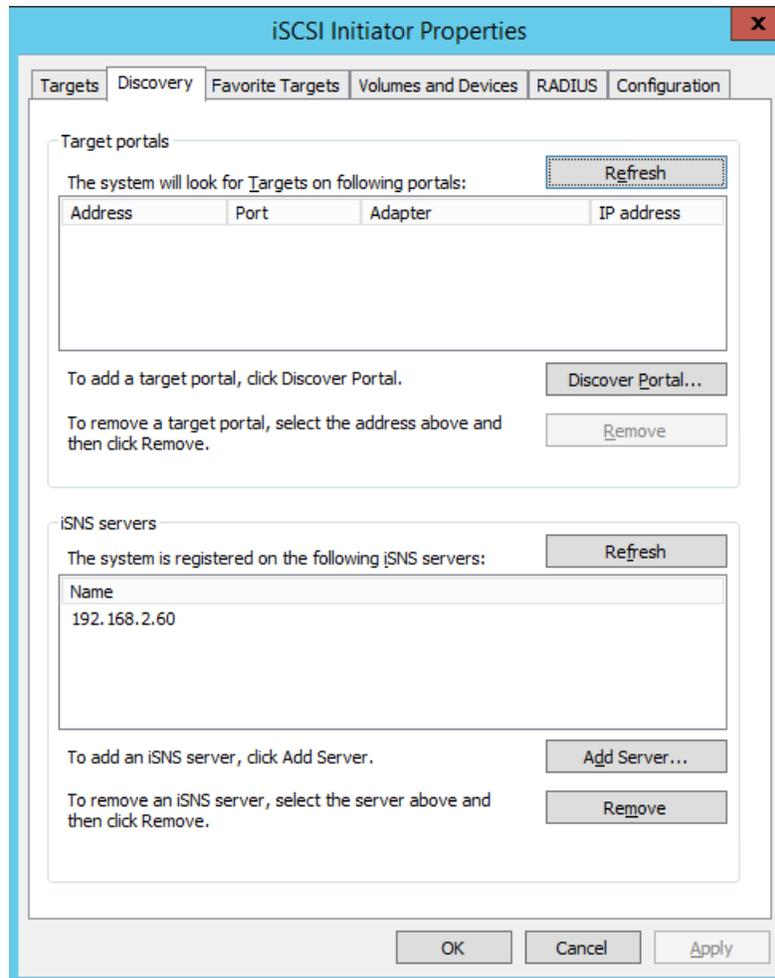

Abbildung 9-19. iSCSI-Initiator – Zielportal ermitteln
4. Klicken Sie auf der Seite „Discovery“ (Ermittlung) (Abbildung 9-19) unter **Target portals** (Zielportale) auf **Discover Portal** (Portal ermitteln).